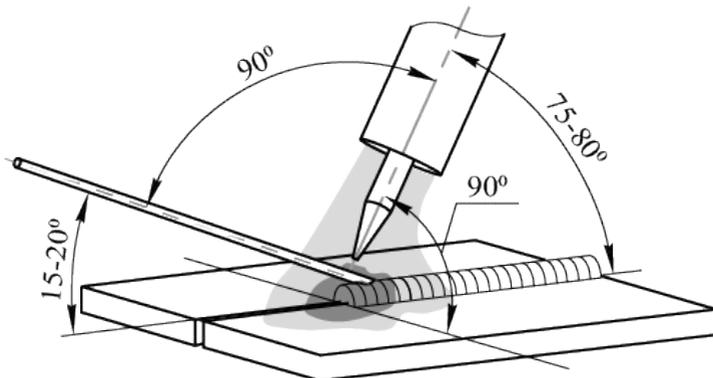

Рис. 12.13. Угол наклона горелки.
Сварку обычно выполняют справа налево. При сварке без присадочного материала электрод располагают перпендикулярно к поверхности свариваемого металла, а с присадочным материалом – под углом. Присадочный пруток перемещают впереди горелки (См. рис. 12.13).
**При аргонодуговой сварке также следует не забывать про противоположный угол наклона горелки (См. рис. 12.13). Это влияет на формирование сварочного шва. Старайтесь держать горелку под углом 90° (по отношению к линии шва).**